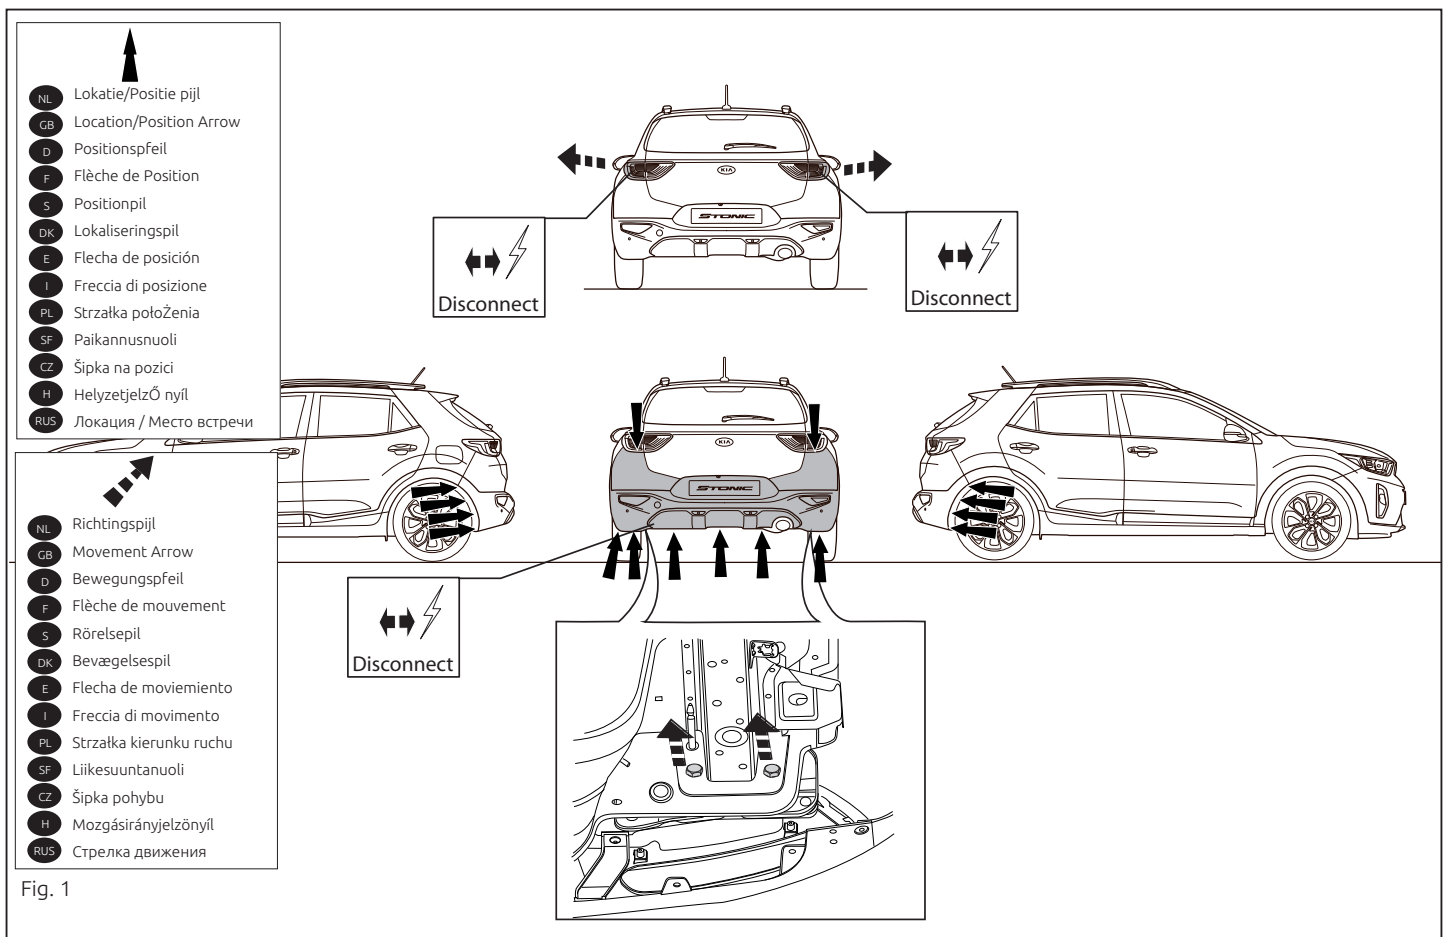

Fig. 1
2. Remove the rear-light units. Remove the bumper and the steel buffer beam from the vehicle. See figure 1.
2. Die Rücklichter abmontieren. Die Stoßstange einschließlich des stählernen Stoßbalkens vom Fahrzeug abmontieren. Siehe Abbildung 1.
буферным брусом автомобиля. См. рисунок 1.
la traverse en acier. Voir la figure 1.